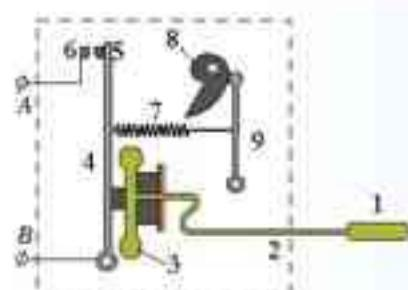

图6.2-10 冰冰箱温控器的结构
1. 图6.2-10表示某种电冰箱内温度控制器的结构。铜制的测温泡1、细管2和弹性金属膜盒3连通成密封的系统，里面充有氯甲烷和它的蒸气，构成了一个温度传感器。膜盒3为扁圆形（图中显示它的切面），右表面固定、左表面通过小柱体与弹簧片4连接。盒中气体的压强增大时，盒体就会膨胀。测温泡1安装在冰箱的冷藏室中。5、6分别是电路的动触点和静触点，控制制冷压缩机的工作。杠杆7的两端分别连接到弹簧片4和连杆9上。连杆9的下端是装在机箱上的轴。凸轮8是由设定温度的旋钮（图中未画出）控制的。逆时针旋转时凸轮连杆上端右移，从而加大对弹簧7的压力。